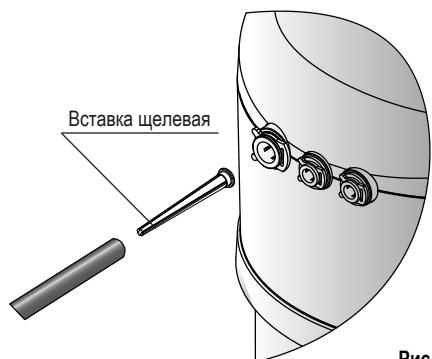

Рис. 6
Установка щелевой вставки** (рис. 6)
- Установите одну щелевую вставку в трубку 3/8" (9,5 мм) как указано на рис. 6 и подсоедините данный конец трубы к водоочистителю.
- Извлеките щелевую вставку из трубы (см. рис. 6).